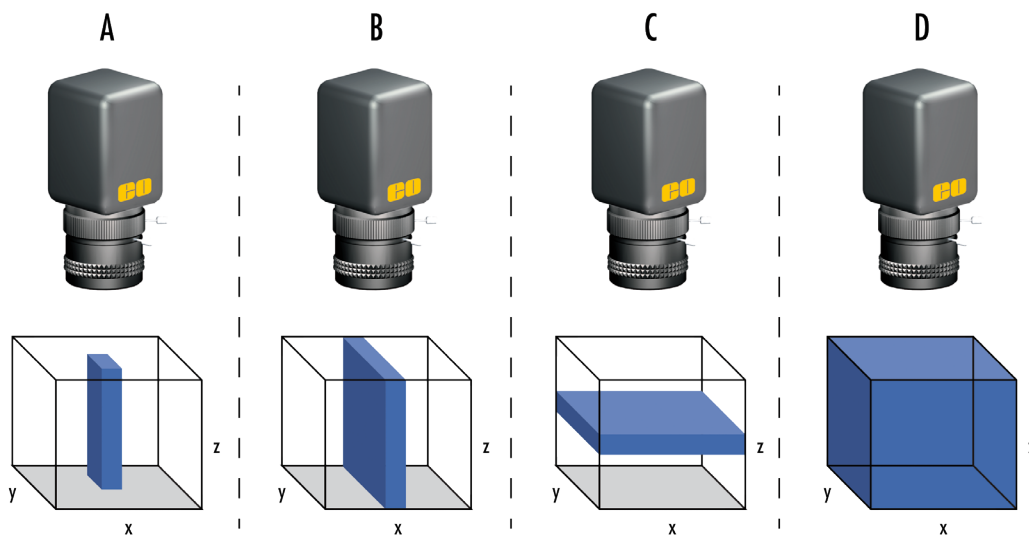

Bild 4: Die vier Erfassungsmodi (A) Punkt-Scan oder Whiskbroom, (B) Zeilenabtast- oder Pushbroom-Methode, (C) Flächenscan und (D) Single-Shot oder Snapshot.
Im Rahmen der HSI und MSI werden vier unterschiedliche Erfassungsmodi für die Gewinnung der Wellenlängeninformationen verwendet, die jeweils unterschiedliche Vor- und Nachteile bieten und in Bild 4 graphisch dargestellt sind. Die **Whiskbroom-Methode (A)** gehört zu den frühesten Verfahren der spektralen Bildaufnahme, wird heute jedoch nur noch selten eingesetzt. Sie gilt als zeitaufwendig und technisch anspruchsvoll, da bei dieser Methode jeder Bildpunkt einzeln erfasst wird. **Pushbroom (B)** wird sehr häufig für HSI und ebenfalls für MSI eingesetzt, z. B. für Inline-Inspektionssysteme, bei denen sich